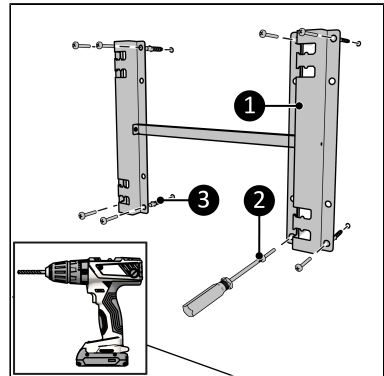

Abbildung 60.
1. Platzieren Sie die Halterung mit den Halterungsöffnungen nach links an die Wand und markieren Sie die acht Löcher (Abbildung 60).
3. Platzieren Sie die Wanddübel (Abbildung 60, pos. 3).
4. Schrauben Sie die Wandhalterung (Abbildung 60, Pos. 1) an die Wand mit acht großen Schrauben mit einem Kreuzschlitzschraubendreher (Abbildung 60, Pos. 2).